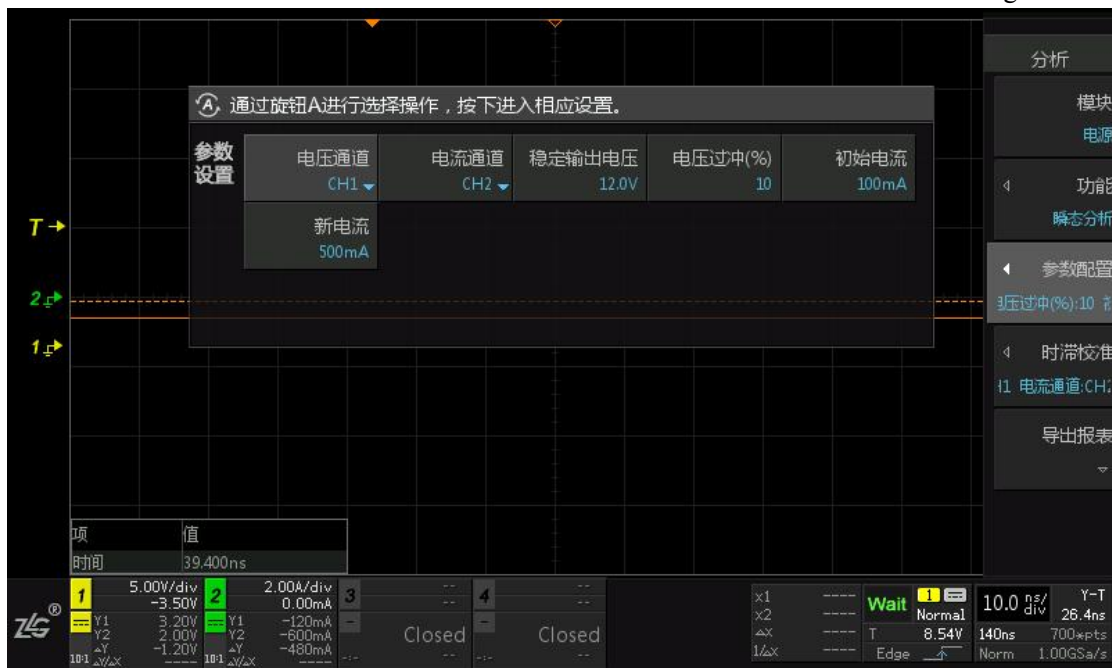

图 7.16 瞬态分析参数配置
(2)、调节好电流探头和电压探头的探头比率后，点击【Trigger】进入触发界面，将触发方式设置为【边沿触发】，点击【Analyze】进入电源分析界面，【功能】选择【瞬态分析】，点击【参数配置】进入参数配置界面，如图 7.16 所示，之后点击设置单次捕获【Single】。